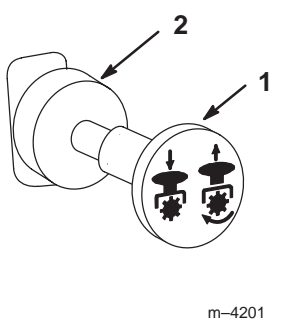

Figure 14
3. Placez la commande de prise de force (PdF) en position débrayée (Fig. 14).